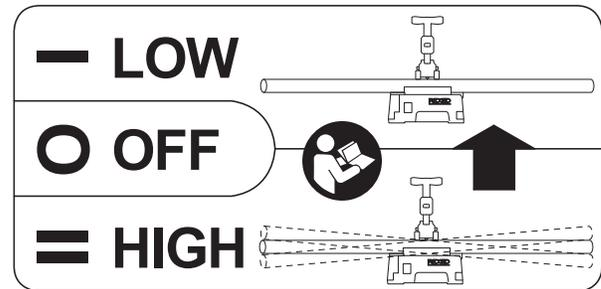

图 8 - 速度标签
- 按图 8 所示放置脚踏开关，确保其处于正确的工作位置。
电动切管机有两个工作速度 - 低和高，见图 8。